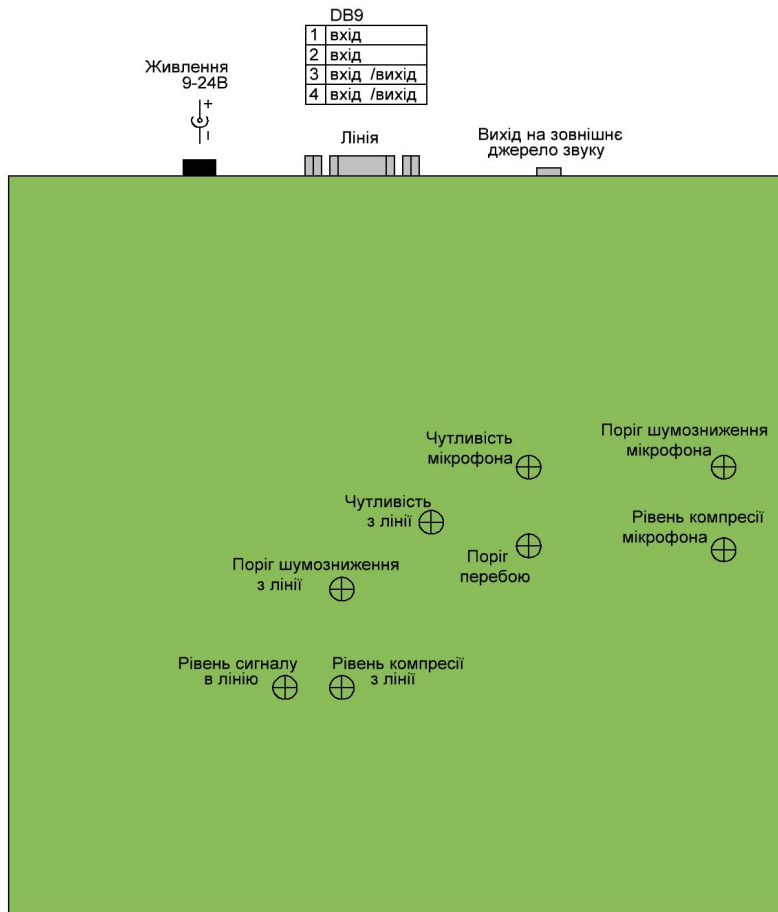

Рисунок 1 - Розташування роз'ємів та елементів управління
2.2.6 Під'єднати адаптер живлення до корпусу див. рисунок 1.